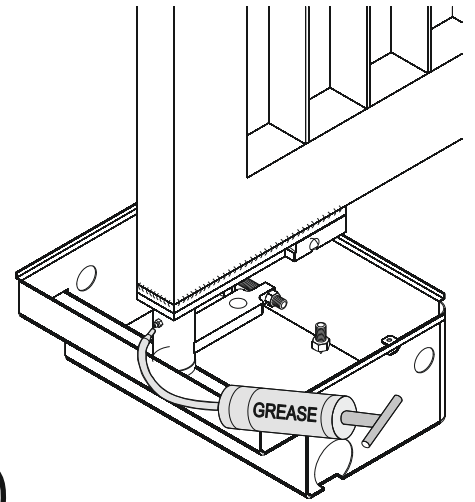

Fig. 4 / Abb. 4
**È necessario ingrassare periodicamente il perno della cassa.** Tale operazione si esegue come descritto (fig. 4).
**Le pivot de la caisse doit être régulièrement graissé.** Cette opération s'effectue de la manière suivante (fig. 4).
**Es necesario engrasar periódicamente el perno de la caja.** Para ello, hay que realizar lo siguiente (fig. 4).
**The box pin must be greased periodically.** Proceed as follows (fig. 4).
**Es ist notwendig, den Stift des Kastens regelmäßig zu schmieren.** Diese Arbeit ist wie folgt durchzuführen (Abb. 4).
**Het is noodzakelijk om de pen van de kast van tijd tot tijd met vet te smeren.** Dit moet als volgt gedaan worden (fig. 4).